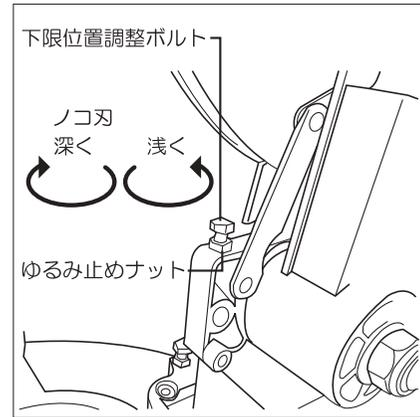

図26
- 下限位置調整ボルトのゆるみ止めナットをゆるめ、下限位置調整ボルトを回します。右に回すとノコ刃は深く、左に回すと浅くなります。(図26参照)